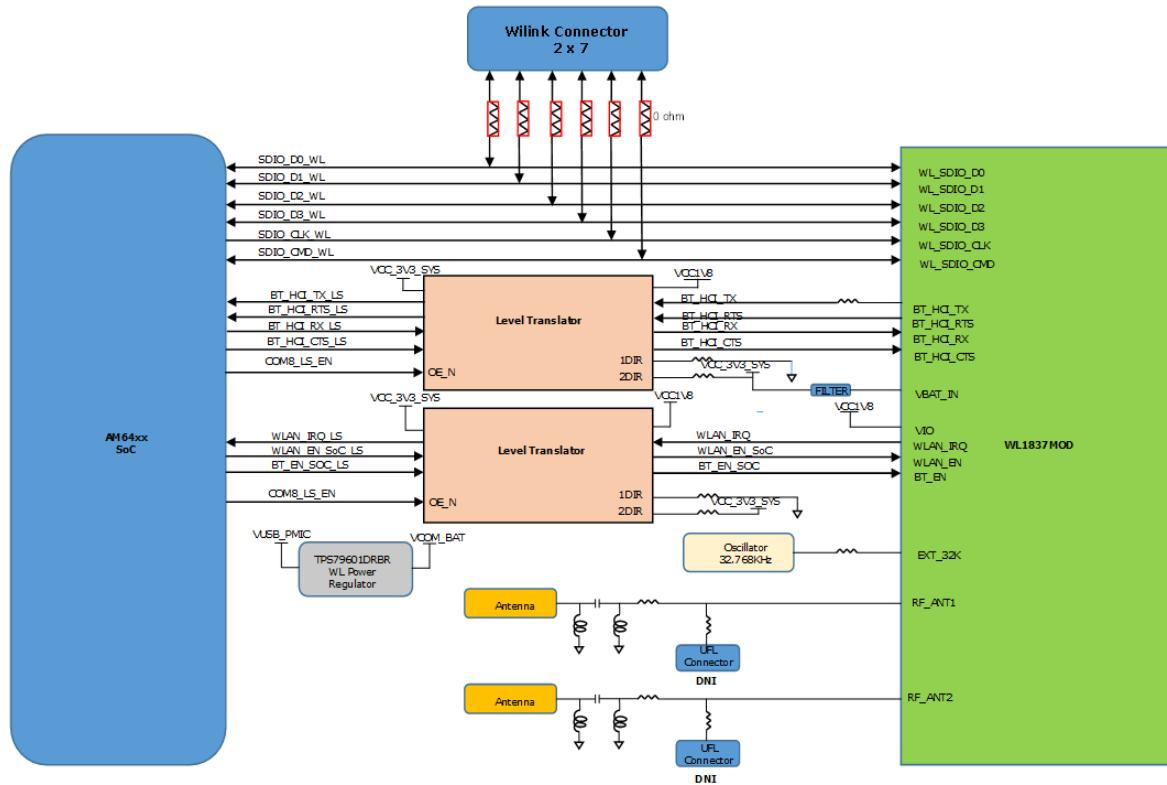

图 2-16. WiLink 模块接口
- 图 2-16 展示了与 AM64x 连接的 Wilink 模块的方框图。